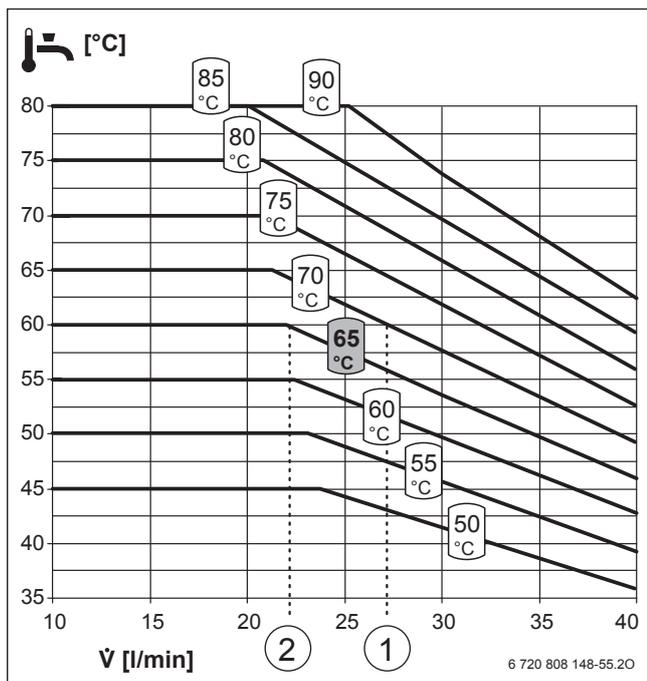
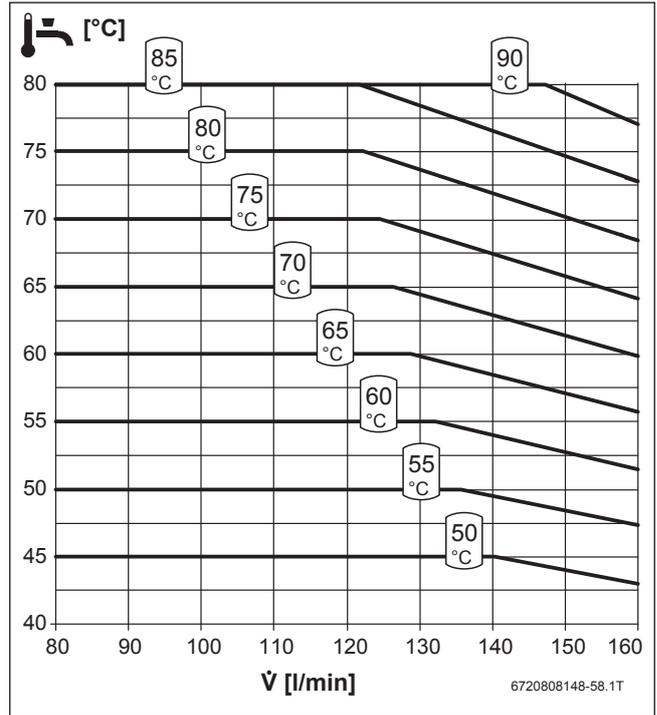

Bild 49 Temperaturverhalten FS27/3 (N)
Bild 54 Temperaturverhalten Kaskade FS160/3 (N)
Beispiel 1: Einzelstation FS27/3 (N): Um eine Warmwassertemperatur von 60 °C zu erreichen, ist bei einer Entnahme von 22 l/min eine Temperatur von 65 °C im Bereitschaftsteil erforderlich (→ Bild 49, [1]).
Beispiel 2: Einzelstation FS27/3 (N): Um eine Warmwassertemperatur von 60 °C zu erreichen, ist bei einer Entnahme von 27 l/min eine Temperatur von 70 °C im Bereitschaftsteil erforderlich (→ Bild 49, [2]).
Legende zu Bild 49 ... Bild 54: